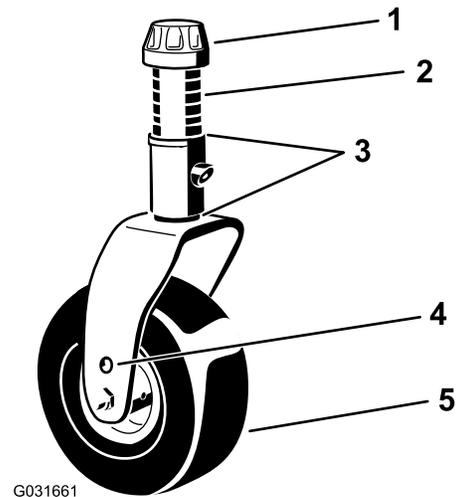

Figura 38
4. Utilizzando la chiave del cappuccio delle ruote orientabili, allentate il cappuccio di tensione e toglietelo dall'asse del perno della ruota orientabile ed estraete il perno dal braccio della ruota orientabile (Figura 38).